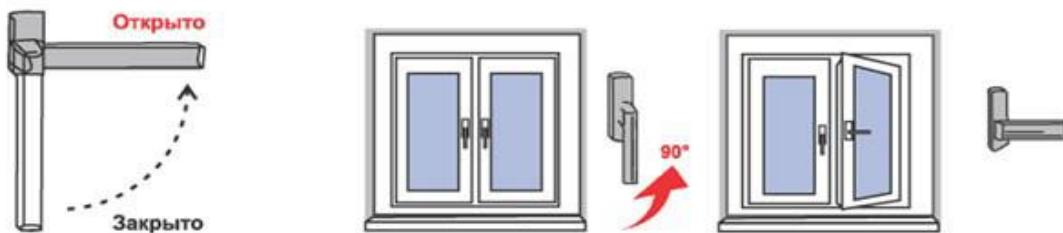

Рис. 1
- Чтобы открыть (распахнуть) створку окна, ручку поворачивают на 90 градусов в горизонтальное положение (положение «Открыто» на Рис. 1). При повороте ручки закрытую створку прижимают к раме другой рукой (чуть выше ручки). Затем, потянув за ручку, створку распахивают (сплошной режим – поворотное открывание).